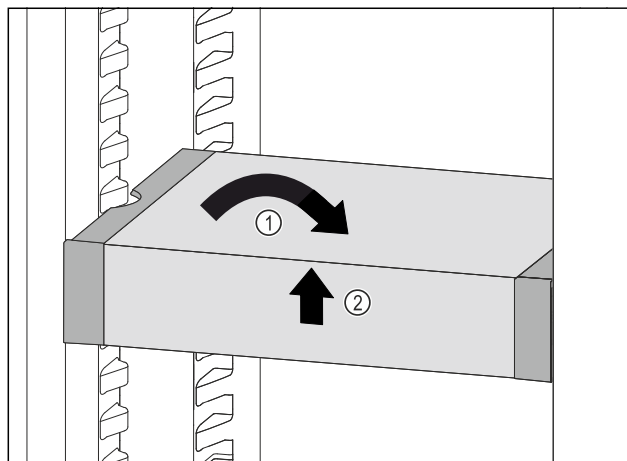

Fig. 120
- ▶ VarioSafe ustawić prosto. Fig. 120 (1)
- ▶ VarioSafe unieść z przodu. Fig. 120 (2)